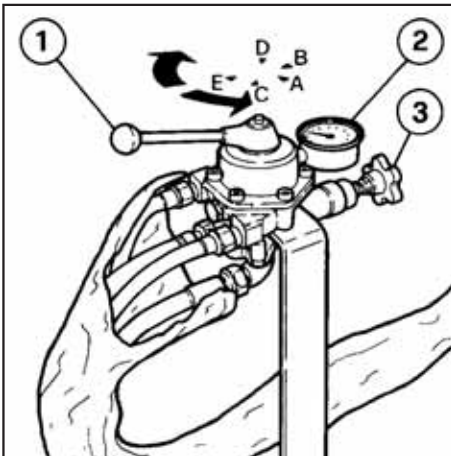

Fig. 13
- Ruotando ora la leva (1 Fig. 13) sul gruppo di comando è possibile passare da una funzione all'altra; si potrà quindi familiarizzare con le varie funzioni.
- Ruotando il volantino (3 Fig. 13) in un senso o nell'altro è possibile aumentare la pressione di erogazione del prodotto degli ugelli, il valore di pressione si potrà rilevare sull'apposito manometro (2 Fig. 13).
4.5 GRUPPO DI COMANDO (Fig. 13)
- Leva funzioni (1 Fig. 13).
- Pomello regolazioni pressione erogazione prodotto (3 Fig. 13).
- con la pompa in movimento e con la leva del gruppo di comando (1 Fig. 13) in **posizione A** di messa in pressione.
- aprire il rubinetto montato sulla pompa collegato all'agitatore idraulico e portare la pressione a 15-20 bar (2 Fig. 13).
- Agire sul volantino (3 Fig. 13) per portare la pressione al valore desiderato.